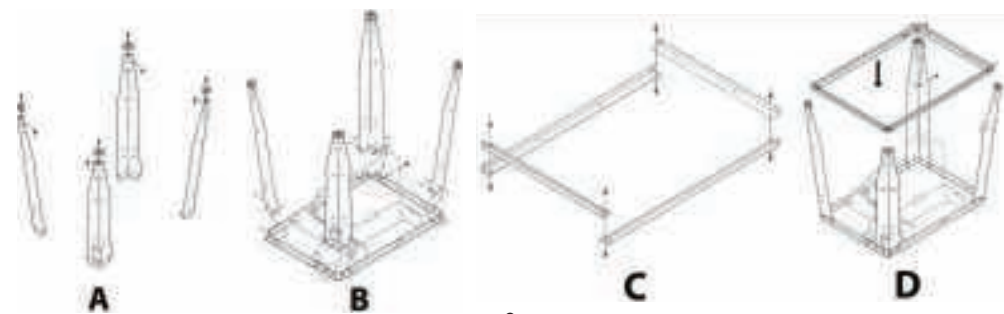

рис.2
7.1 С помощью болтов и гаек соберите основание пилы и привинтите резиновые ножки (23) как показано на рис.2, затем, как показано на рис.3 установите рукоятки (21) и колёса (22) для удобства перемещения пилы.